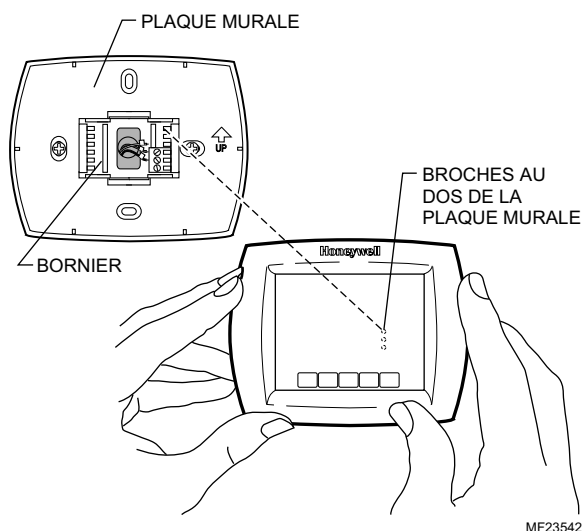

Fig. 22. Fixer le thermostat à la plaque murale.
1. Faire correspondre le bornier avec les broches au dos du thermostat. Insérer le thermostat en droite ligne sur la plaque du thermostat jusqu'à ce qu'il soit encliqueté. Voir la Fig. 22.